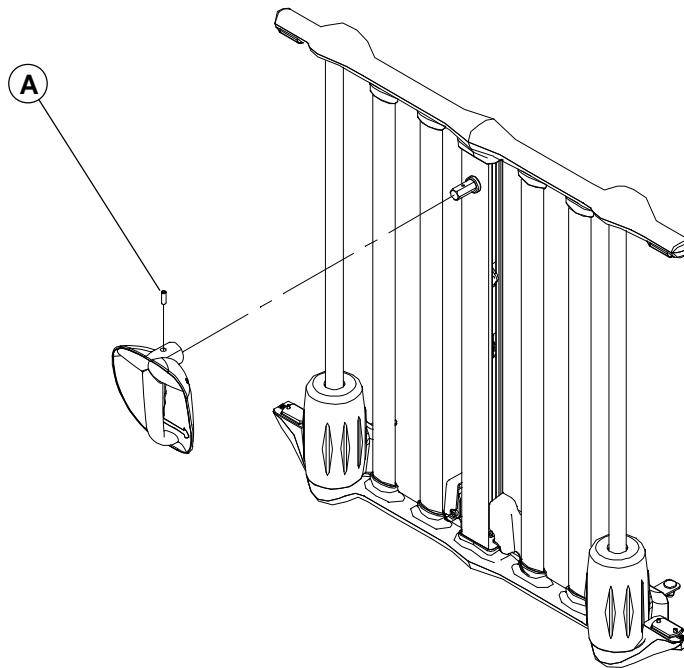

Figure 3.14A
2. À l'aide d'une clé Allen 3/32", retirez la vis de pression (A, figure 3.14A, page 32) retenant la poignée à l'essieu. Retirez la poignée.
3. À l'aide d'un Tournevis Phillips, retirez les huit vis (B) retenant le couvert de plastique supérieur (C) à son pendant inférieur (D). S'il s'agit d'un côté latéral, ouvrez la porte d'accès pour atteindre la dernière vis de chaque côté du couvert inférieur. Veuillez noter que dans le cas d'un côté avec porte d'accès fixe, ces deux dernières vis ne sont pas présentes.